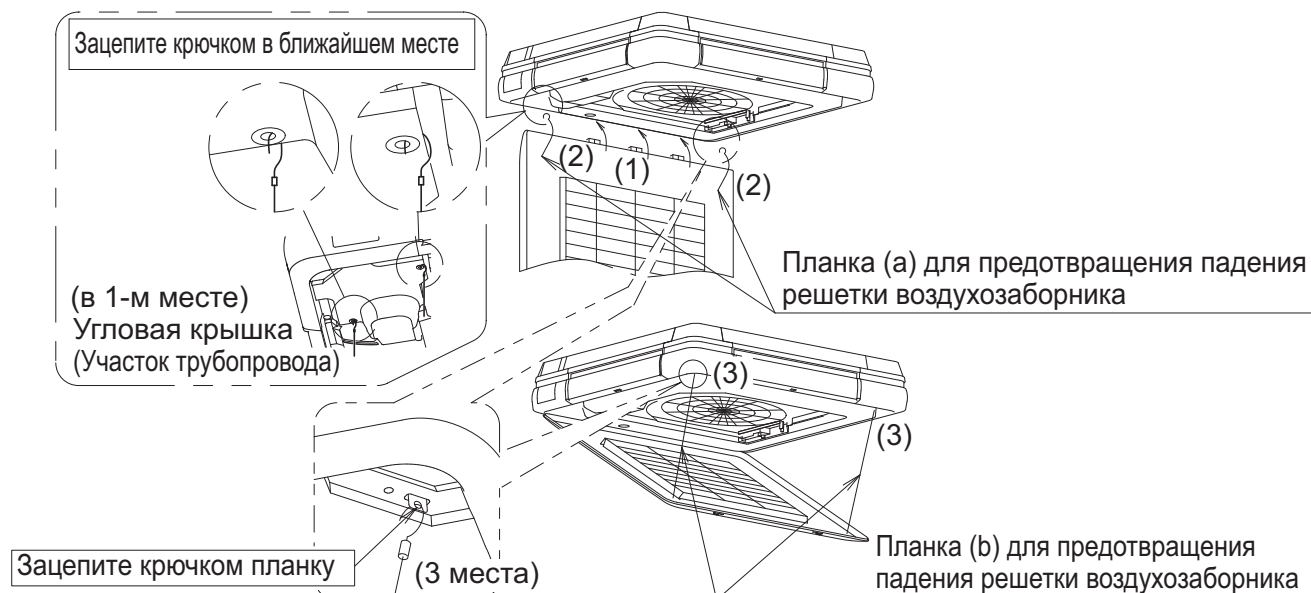

Рис. 49
- После присоединения решетки воздухозаборника в обратном направлении, упомянутом в пункте "4. ПОДГОТОВИТЕЛЬНЫЕ МЕРОПРИЯТИЯ ПЕРЕД МОНТАЖОМ - (3)" (**См. рис. 49-(1)**), зацепите крючком планку (а), чтобы решетка воздухозаборника не упала (**См. рис. 49-(2)**).
- Зацепите крючком планку (b), чтобы решетка воздухозаборника не упала. (См. рис. 49-(3))